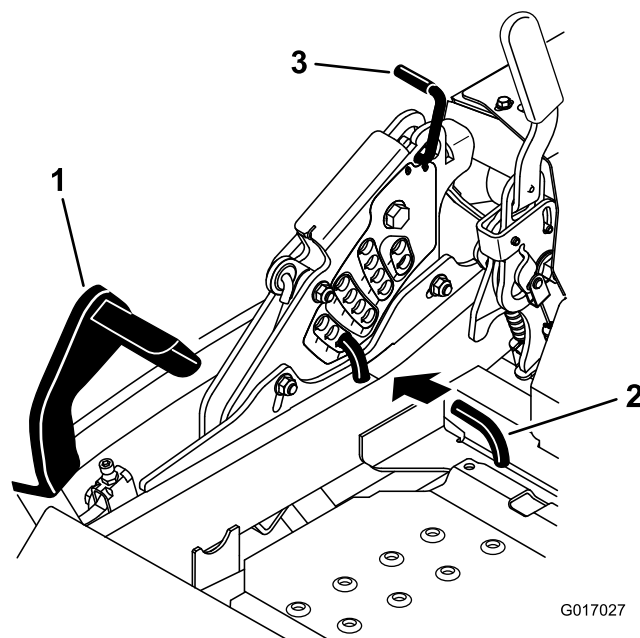

Figure 27
2. Appuyez sur la pédale de commande du tablier de coupe avec le pied et relevez le tablier en position de transport (qui est aussi la position de hauteur de coupe de 140 mm [5,5 po]) (Figure 27).
3. Pour changer de hauteur de coupe, retirez la goupille fendue et l'axe de chape du support de hauteur de coupe (Figure 27).
4. Placez la goupille dans le trou du support correspondant à la hauteur de coupe voulue (Figure 27).